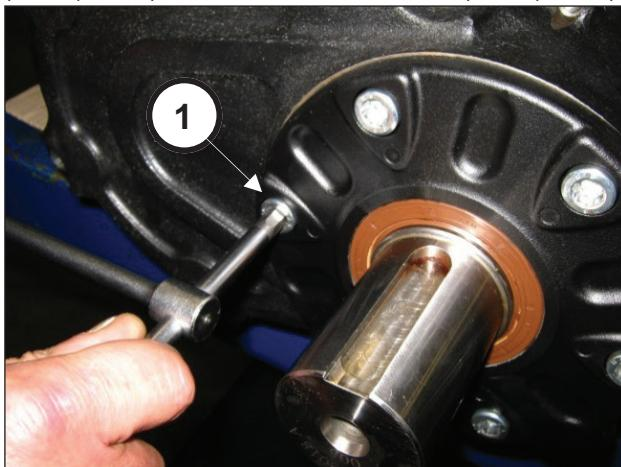

Abb. 4
Lösen Sie die Befestigungsschrauben des Ritzeldeckels (Pos. ①, Abb. 4) und entfernen Sie den Deckel (Pos. ①, Abb. 5).